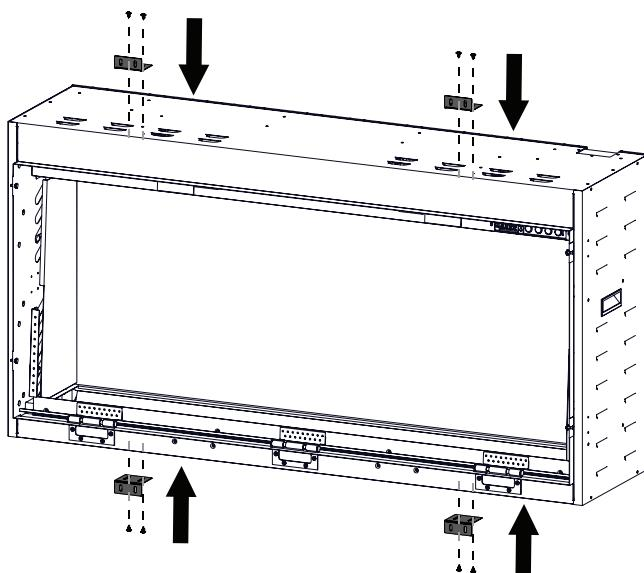

Fig. 1
3. Installez les supports métalliques aux endroits indiqués à l'aide des vis fournies (**Fig. 1**).